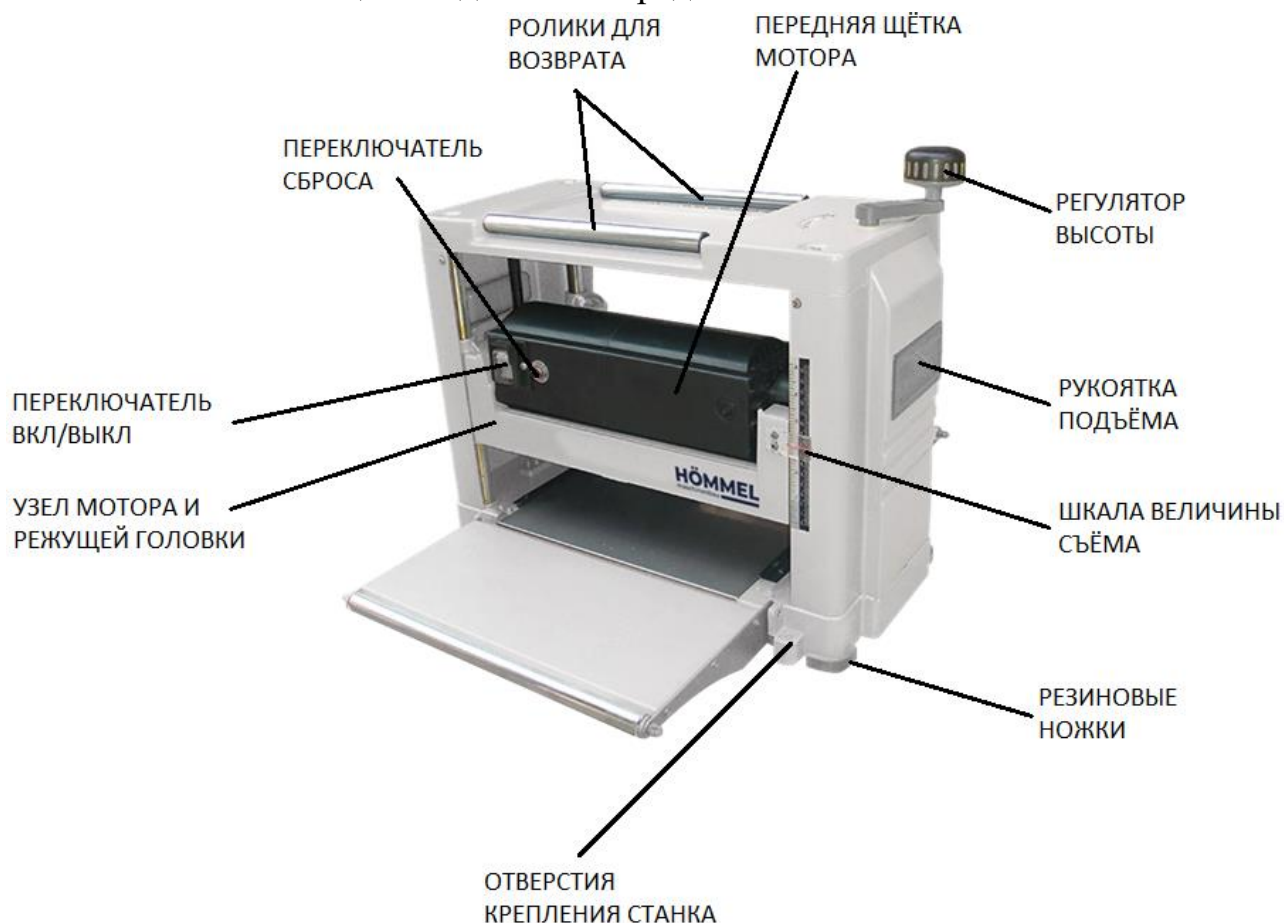

Рис. 1 Общий вид станка
4.1.1 Схема общего вида станка представлена на Рис. 1.